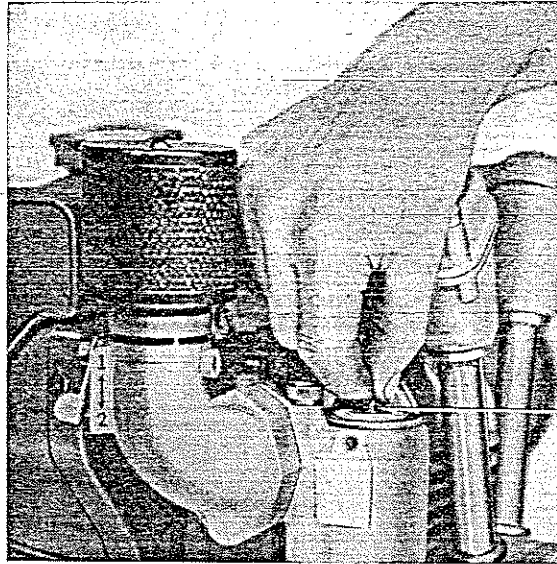

Fig. 17 — On vérifie en tirant l'extrémité supérieure du pointeau (Zénith) que l'essence arrive bien au carburateur.
- l'essence arrive au carburateur ; tirer l'extrémité supérieure du poinçon, (Fig. 17).